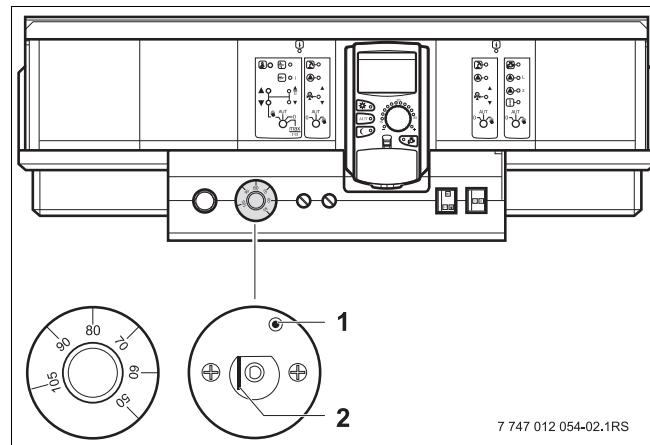

Рис.15 Срабатывание предохранительного ограничителя температуры
- Вытяните кнопку регулятора температуры (TR).
- Нажмите отверткой на рычажок или кнопку (→ рис. 15, стр. 29) (в зависимости от типа системы управления) и держите так, пока сработает предохранительный ограничитель температуры.